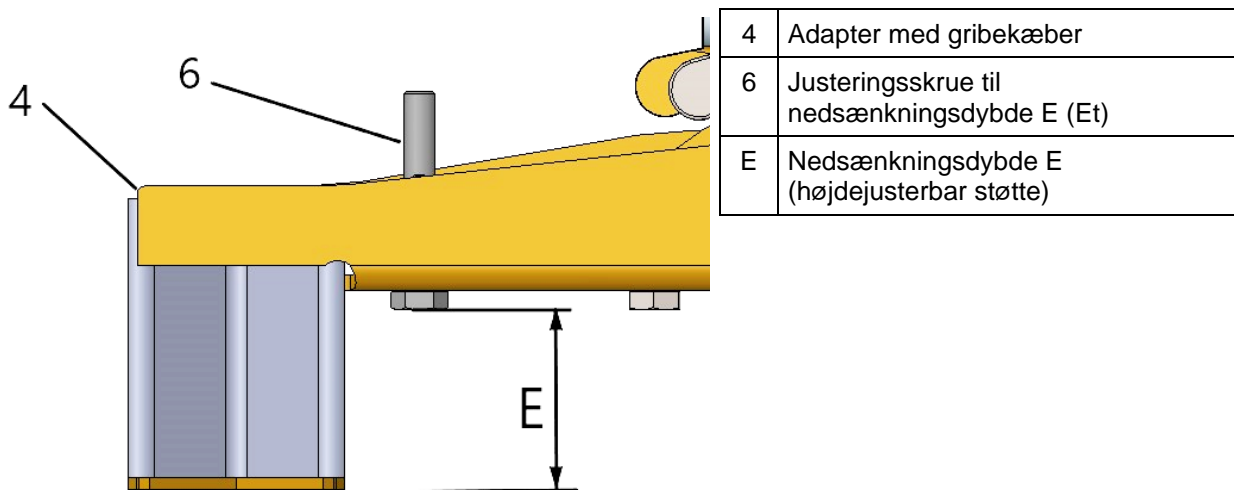

Fig. 3
Desuden kan gribekæbernes "nedsænkingsdybde E (**Et**)" ændres på adapteren (4), som skal indstilles afhængigt af det materiale, der skal gribes (græsudlægningssten) (→ Fig. 3).